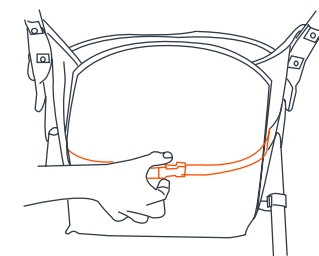
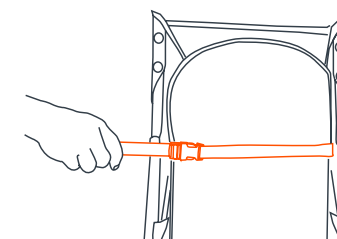

Fig. 15a
Fig. 15b
15) • Le siège est inclinable à plusieurs positions, l'inclinaison est ajustée par une sangle et une boucle derrière le siège (Fig. 15a). Pour incliner le siège, desserrer la sangle et ajuster à l'inclinaison désirée (Fig. 15b). Pour placer le dossier du siège dans une position verticale, appuyer sur l'arrière du siège d'une main tout en tirant sur la sangle avec l'autre. La sangle se verrouille automatiquement.